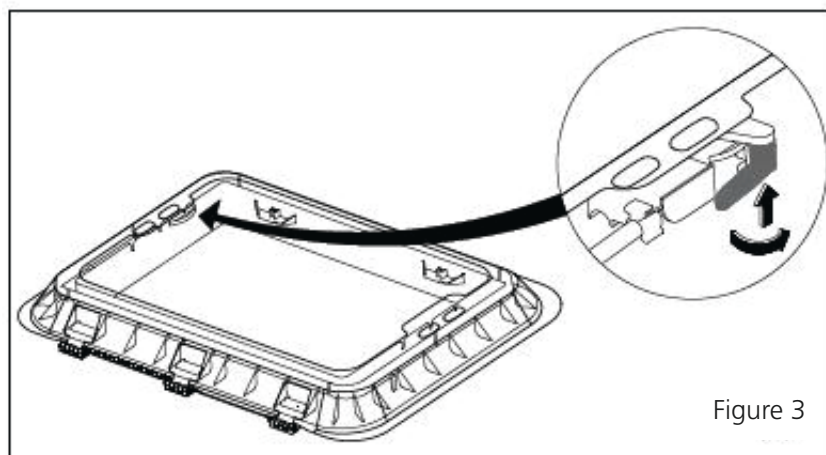

Figure 3
1. Arbeitsschritte: 1. Drücken Sie den Griffknopf und drehen Sie ihn um 90° (siehe Abbildung 3).
1. Étapes de travail : 1. Appuyez sur le bouton de la poignée et tournez-le de 90° (voir figure 3).